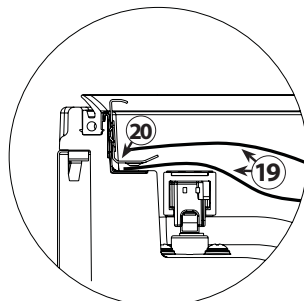

Fig. 1
5. Introduzca la bolsa (19) de manera que la fijación (20) quede centrada en el lado abierto de la bolsa. Un extremo de la bolsa debe quedar por encima de la fijación (20) y el otro extremo debe quedar por debajo de ella para que el aire de la bolsa pueda aspirarse completamente (Fig. 1).
7. Introduzca la bolsa (19) de manera que la fijación (20) quede centrada en el lado abierto de la bolsa. Un extremo de la bolsa debe quedar por encima de la fijación (20) y el otro extremo debe quedar por debajo de ella para que el aire de la bolsa pueda aspirarse completamente (Fig. 1).